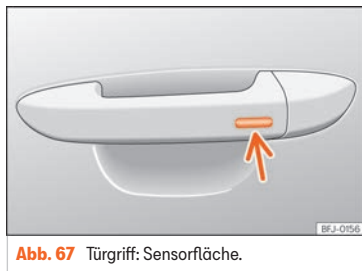

Abb. 67 Türgriff: Sensorfläche.
- **ODER:** mit dem Keyless Access-System (nur Schließen): Finger einige Sekunden auf der Sensorfläche zum Verriegeln **>>> (Abb. 67)** (Pfeil) im Türgriff halten, um die Fenster und das Schiebedach zu schließen. Sobald Sie die Sensorfläche nicht mehr berühren, wird die Schließfunktion unterbrochen.
Halten Sie einige Sekunden lang einen Finger über die Verriegelungssensorfläche **>>> (Abb. 67)** (Pfeil) am Türgriff, damit das Dach geschlossen wird. Wenn Sie die Sensorfläche nicht mehr berühren, wird die Schließfunktion unterbrochen.